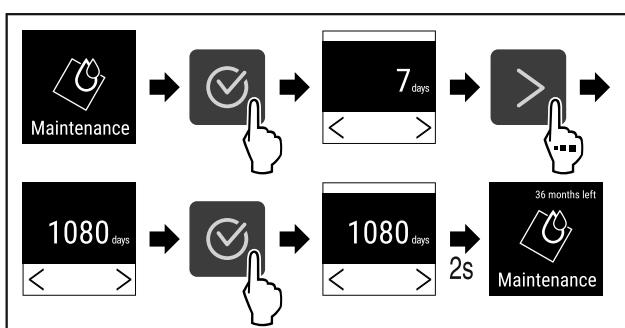

Fig. 79
- Провести етапи операцій (див. Fig. 79) .